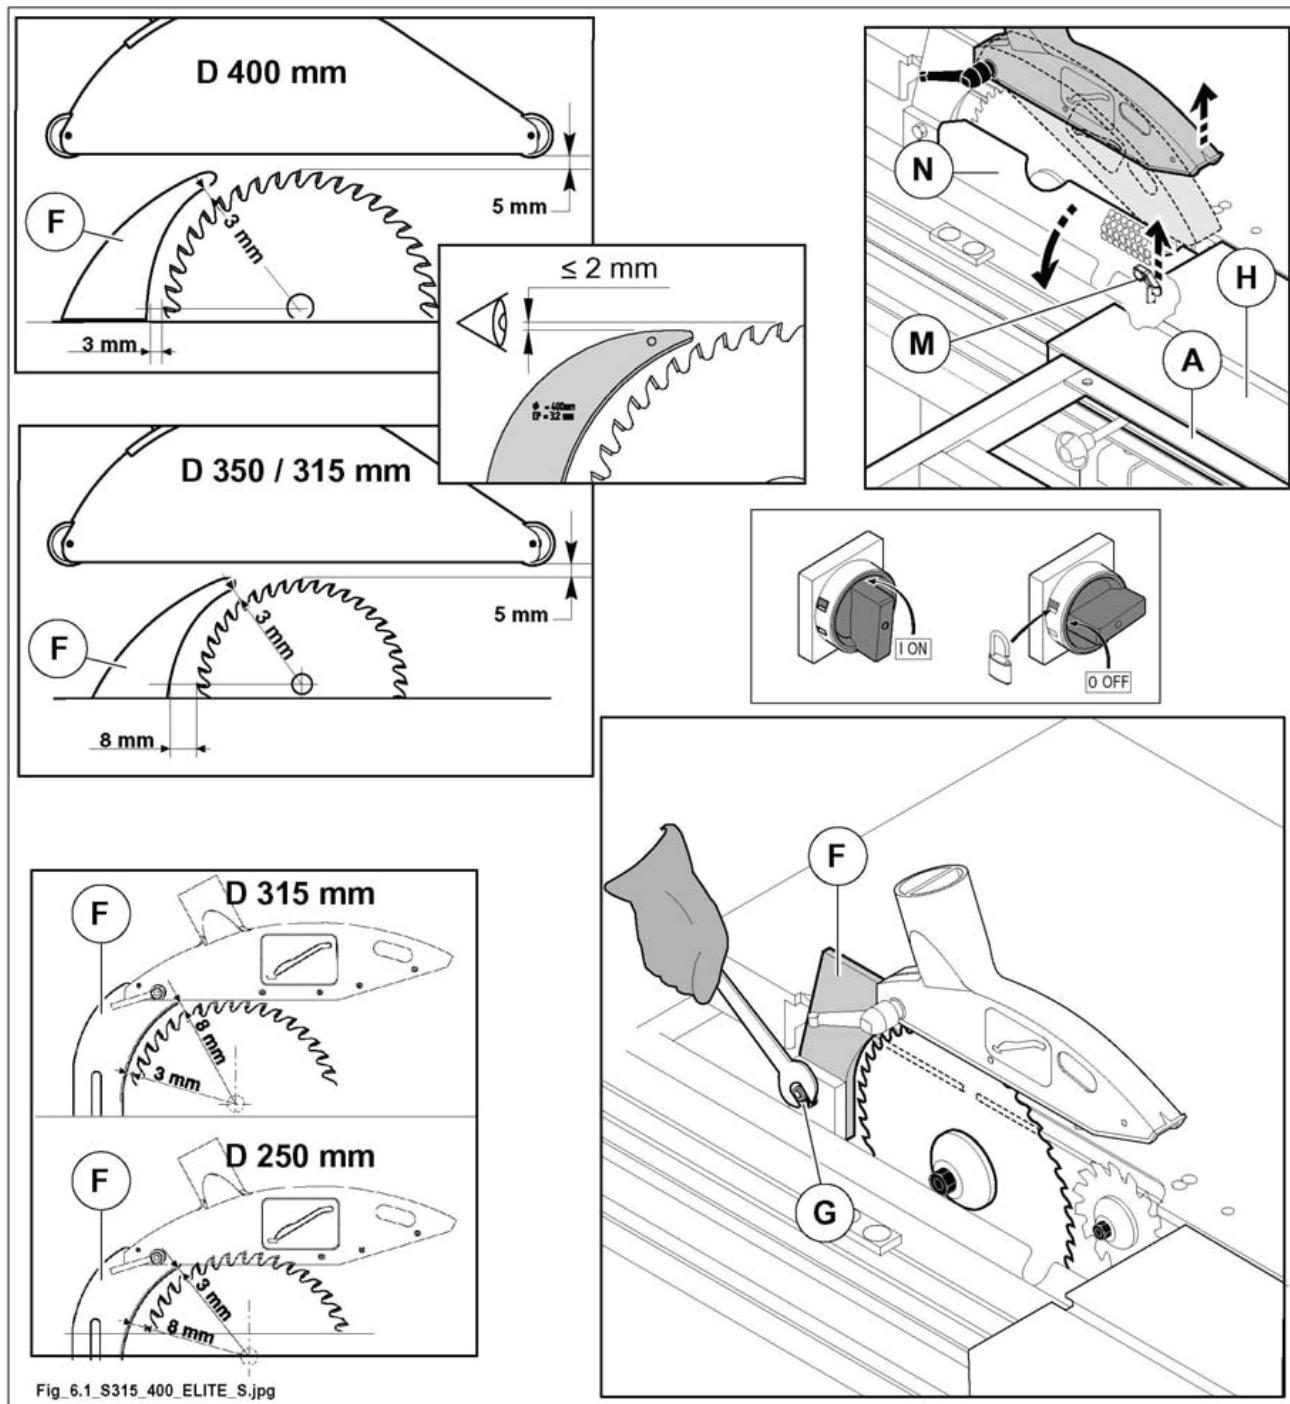

Рис. 6.1
- 2) Позиционировать раму кромкообразки (A рис. 6.1), как указано на рисунке и сместить тележку вагона (H рис. 6.1) полностью вправо.
- 3) Поднять рычаг (M рис. 6.1) и открыть кожух (N рис. 6.1).
- 4) Отрегулировать по высоте положение разделяющего ножа (F рис. 6.1), ослабив гайку (G рис. 6.1).